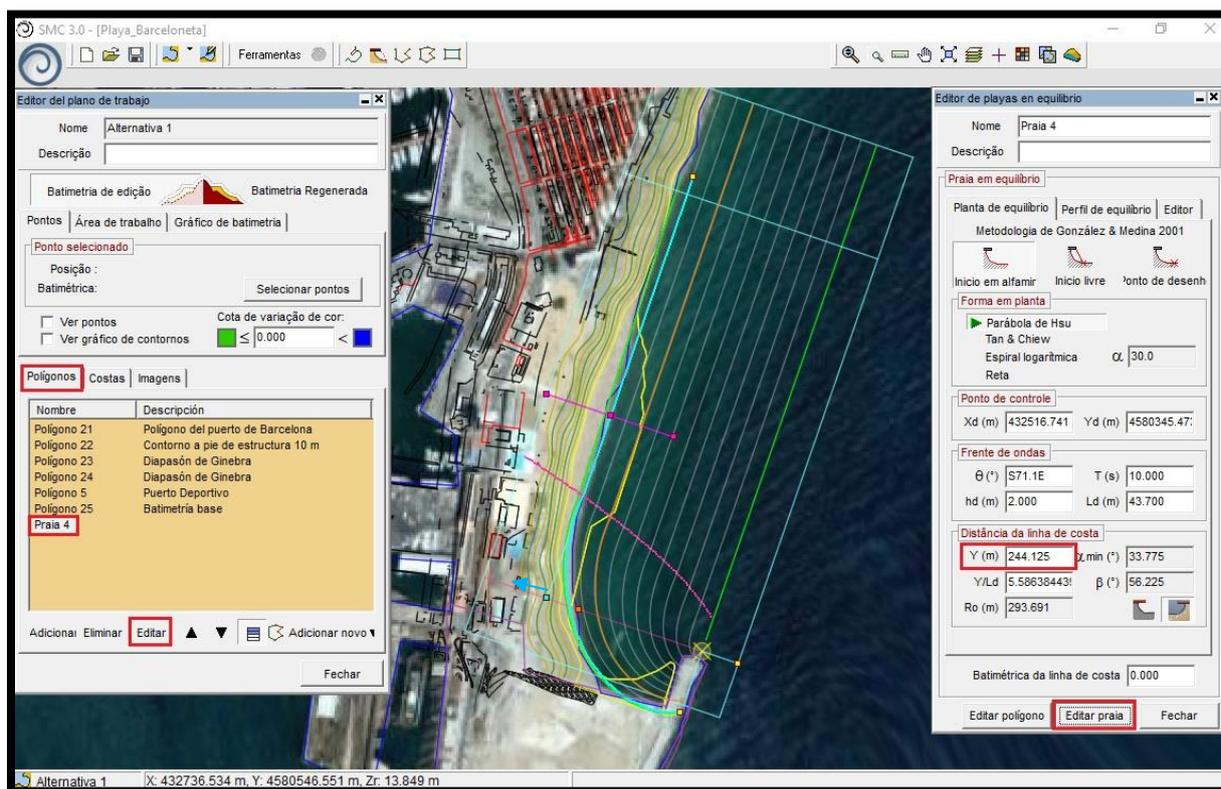

Figura 6 – Criação de um perfil de praia no plano de trabalho e “Editor de praias em equilíbrio”.
- 10) Com isso, uma praia em equilíbrio foi graficamente criada, aparecendo sobre a imagem um retângulo (Figura 6) com linhas azuis, definindo o limite inicial da praia. No interior deste retângulo tem-se:
11) Na subaba “Polígonos” do editor do plano de trabalho aparecerá o novo polígono denominado “Praia 1”, associado a nova praia. Pode-se editar os limites da praia e o limite da linha de costa (retângulo e linha azul) manualmente, como ilustra a Figura 6 movendo os mesmos. Para isso, no “Editor do plano de trabalho” selecionar a praia criada e clicar em “Editar” (isso abrirá o “Editor de praias em equilíbrio”) e depois em “Editar praia” e em seguida clicar nos quadrados adjacentes às linhas limites, arrastando-os. Cada quadrado se refere a uma linha limite;
em equilíbrio. Os detalhes do editor podem ser consultados no Manual do Usuário do SMC 3.0. Ajustar a linha azul ortogonal a praia conforme a Figura 6;